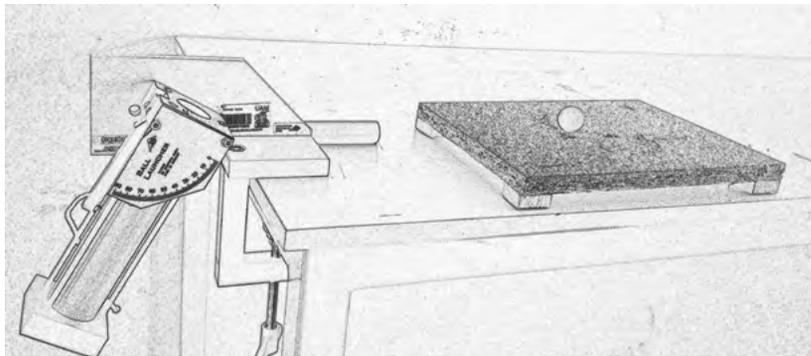

Figura 8.2 Esquema gráfico del movimiento de proyectiles
1. Haga el montaje de la figura 8.2 y seleccione la posición 1 o 2 del disparador con el fin de tener una velocidad inicial determinada.